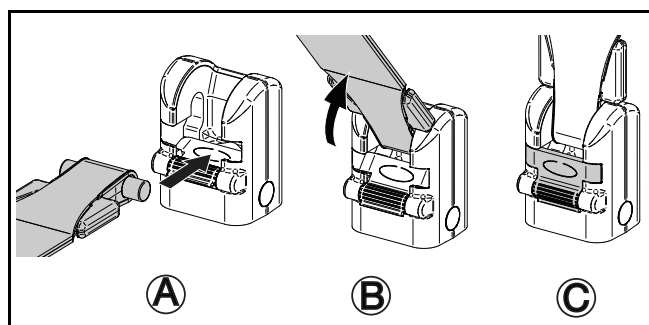

図 5
- 5) ピボットの付いたストレッチャーフレームのストラップを内側に押し込み、クイックコネク트에挿入します（図 5 A 参照）。
- 6) ストラップを上昇させます。（図 5 B 参照）
- 7) ラッチが閉じていることを確認します（図 5 C 参照）。